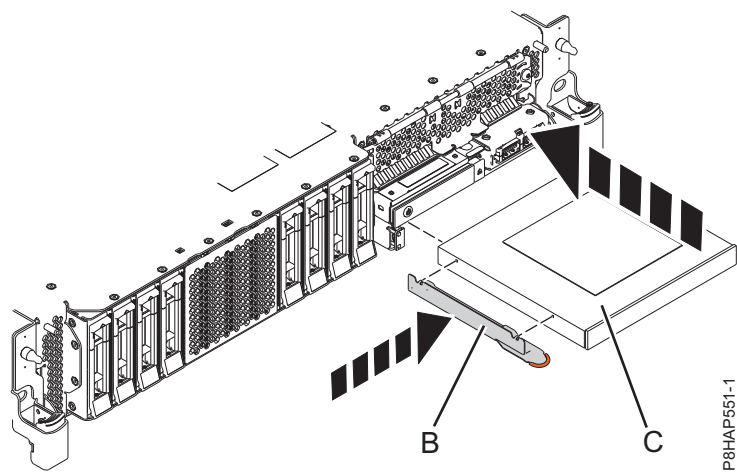
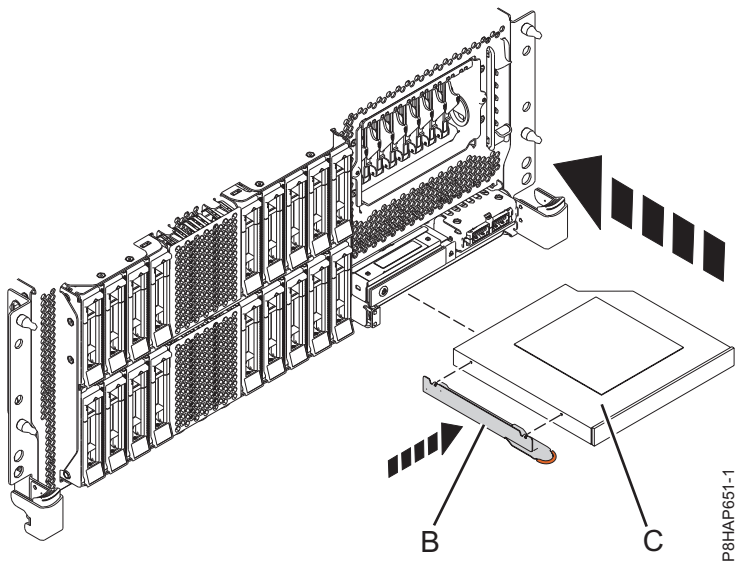
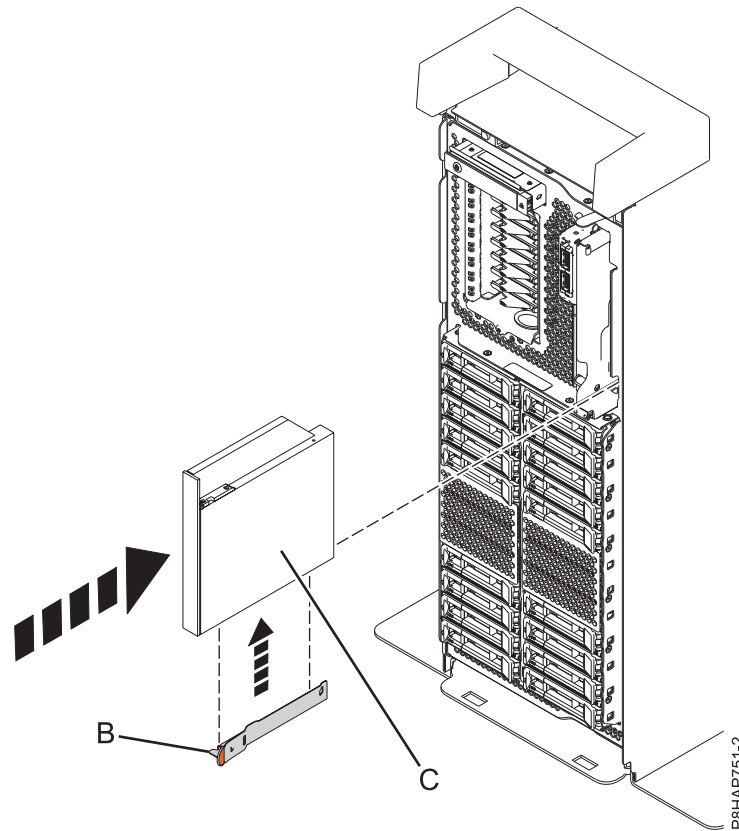

Figura 27. Sustitución de un dispositivo de soporte extraplano en un sistema 5148-21L, 5148-22L, 8247-21L, 8247-22L, 8284-21A o 8284-22A
Figura 28. Sustitución de un dispositivo de soporte extraplano en un sistema 8247-42L, 8286-41A o 8286-42A montado en bastidor
Figura 29. Sustitución de un dispositivo de soporte extraplano en un sistema autónomo
6. Conecte la abrazadera de retención **(B)** al nuevo dispositivo de soporte extraplano, como se muestra en la Figura 27 en la página 36 para un sistema 5148-21L, 5148-22L, 8247-21L, 8247-22L, 8284-21A o 8284-22A; la Figura 28 en la página 36 para un sistema 8247-42L, 8286-41A o 8286-42A montado en bastidor; o la Figura 29 en la página 37 para un sistema 8286-41A autónomo.
Para un sistema 5148-21L, 5148-22L, 8247-21L, 8247-22L, 8284-21A o 8284-22A, consulte la Figura 27 en la página 36; para un sistema 8247-42L, 8286-41A o 8286-42A montado en bastidor, consulte la Figura 28 en la página 36; o bien, para un sistema 8286-41A autónomo, consulte la Figura 29 en la página 37.